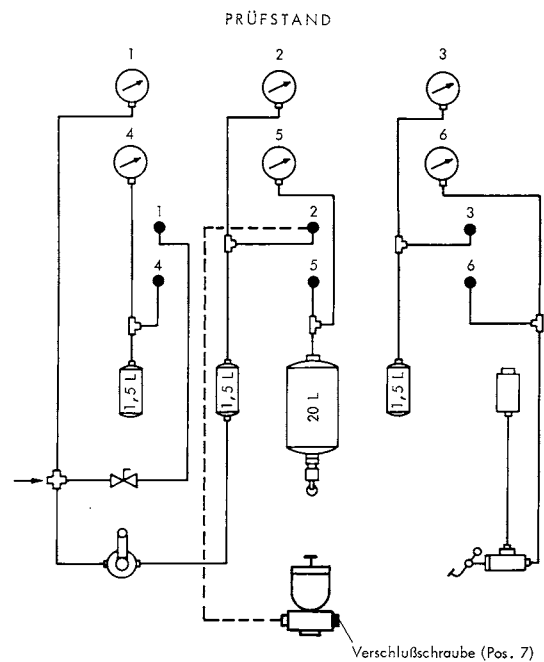

Abb. 3
- b) Frostschutzpumpe nach Prüfschema anschließen (siehe Abb. 3). Der Absperrhahn ist geschlossen.